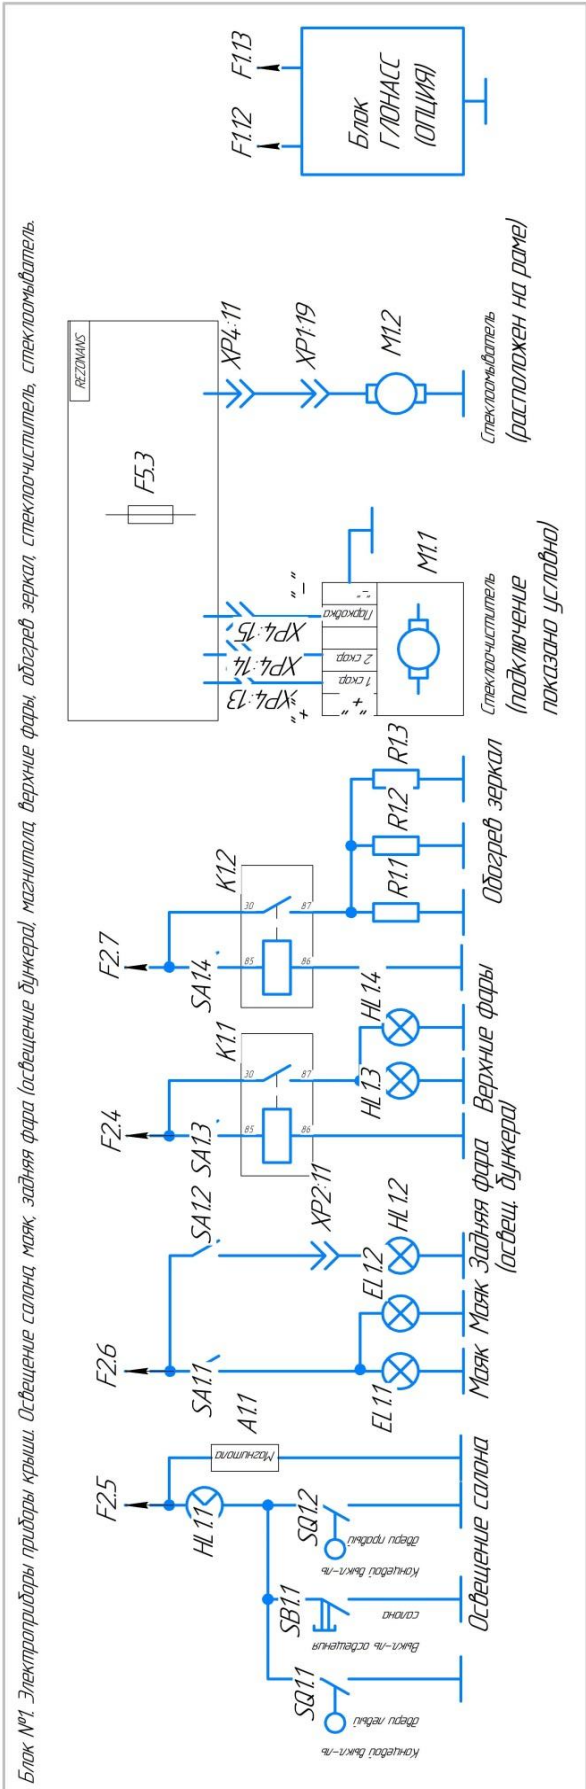

Рис. 16.1 -Таблица предохранителей/ Блок схема электрическая принципиальная
- Рис. 16.1 Блок схема эл. принципиальная верхней части кабины.
Для подключения дополнительного электрооборудования в блоках предохранителей имеются зарезервированные места (запасные), смотреть электрическую схему (Рис.16.1). Подключение оборудования до выключателя массы не рекомендуется в связи с возможностью неконтролируемого разряда. Любое другое подключения дополнительного оборудования, а также подключение в обход выключателя массы, необходимо согласовать с АО "Кургандормаш".